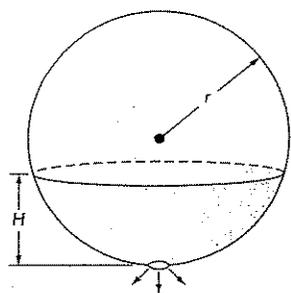

FIGURA P22.16 Tanque esférico.
22.16 Um tanque esférico tem um orifício circular no fundo pelo qual o líquido escoava para fora (Figura P22.16). A vazão pelo buraco pode ser estimada por